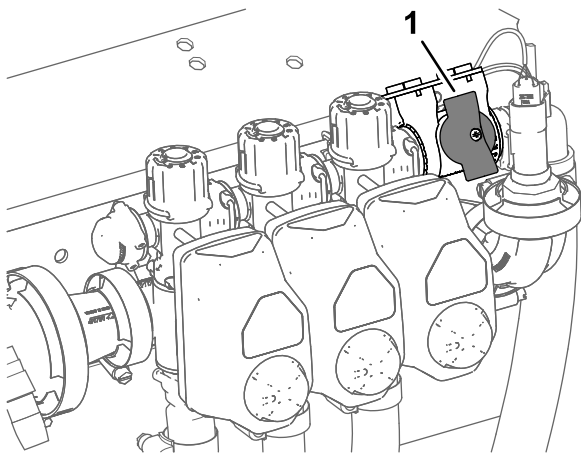

Рисунок 34
4. Если машина работает в режиме заданной нормы внесения, убедитесь, что ручка отсечного клапана перепуска секции находится в закрытом положении (Рисунок 34).
5. Если машина работает в режиме заданной нормы внесения, убедитесь, что отсечной клапан перепуска секции находится в закрытом положении (Рисунок 34).